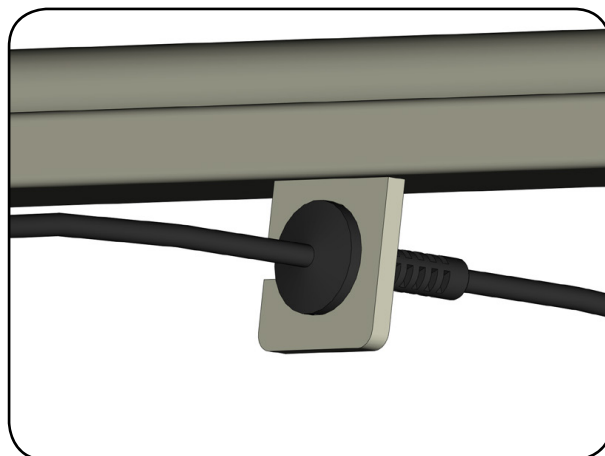

**Abb. 6.3.02 - Steuerung mit montierter Halterung**
2. Montieren Sie die Halterung an die Steuerung (Abbildung 6.3.02).